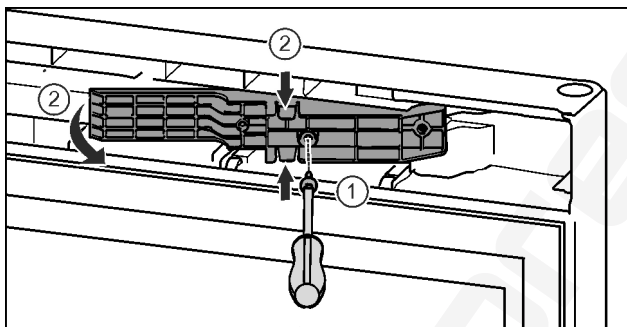

Fig. 16*
- ▶ Oldja ki a csavarokat a T15 csavarhúzóval.* Fig. 16 (1)
- ▶ Húzza ki az illesztődarabot.* Fig. 16 (2)